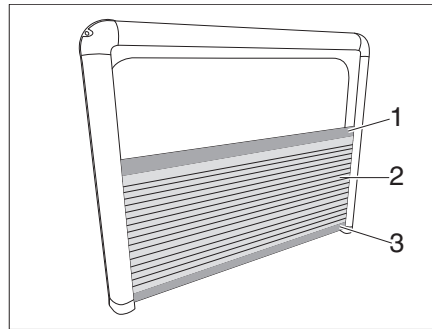

Bild 83 Rollo, plissiert
**Schließen:** ■ Verdunklungsrollo (Bild 83,2) an der oberen Leiste (Bild 83,1) nach oben ziehen und untere Leiste (Bild 83,3) nach unten schieben.
**Öffnen:** ■ Obere Leiste (Bild 83,1) nach unten schieben. Das geöffnete Fenster ist durch das Insektenschutzgitter geschützt.
**Öffnen ohne Insektenschutzgitter:** ■ Untere Leiste (Bild 83,3) nach oben schieben. Das geöffnete Fenster ist nicht durch das Insektenschutzgitter geschützt.